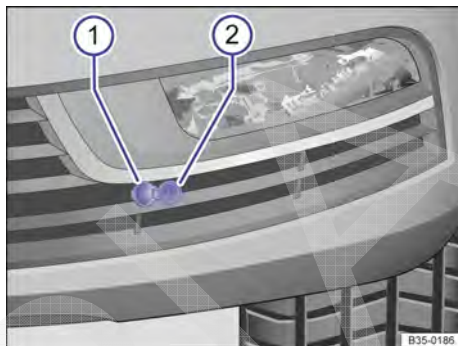

Fig. 114 No para-choque dianteiro direito: tomada de conexão ② para o pré-aquecimento do motor.
- Abrir a capa de cobertura → Fig. 114 ①.
- Conectar o cabo de conexão na tomada ②.
- Antes de ligar o motor, desconectar sempre o cabo de conexão e fechar a capa de cobertura ①.